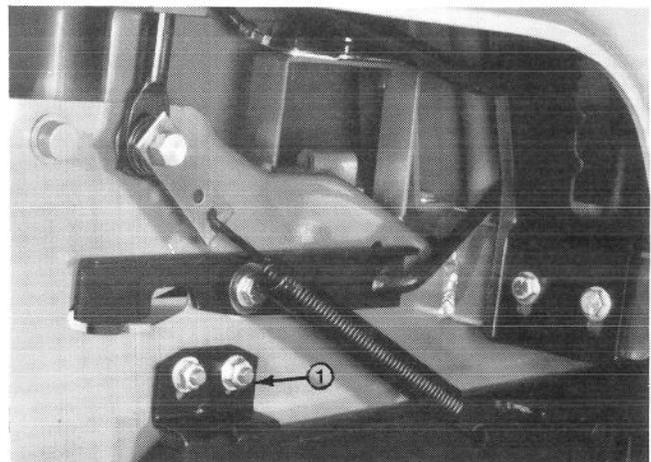

Abbildung 26
4. Wenn die Höhen der Messerbalkenspitzen mehr als 3 mm voneinander abweichen, das Mähwerk durch Lockern der rechten Sechskantmutter, mit denen das Gelenkgestänge befestigt wird und Anheben oder Absenken der Halterung einstellen (Abb. 26).